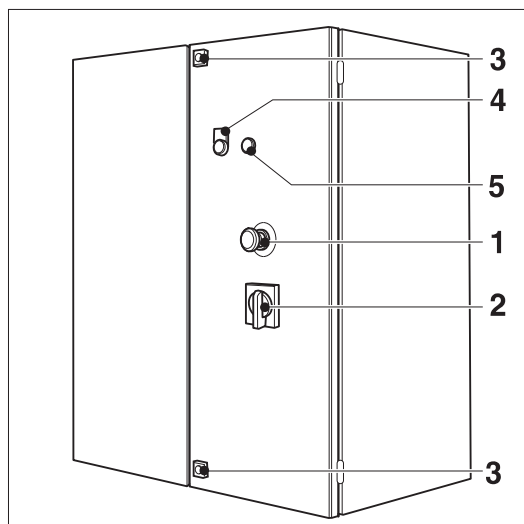

Figura E.3: Quadro di comando ad armadio pompa
- sul quadro di comando ad armadio pompa (1, figura E.3)
- Disporre l'interruttore principale (2) del quadro di comando ad armadio e l'interruttore principale del quadro di comando pompa su «INSERITO».
- Portare su «1» il selettore a chiave «Portale inserito» (3) sul quadro di comando ad armadio.
- Premere il tasto «ON» (5)